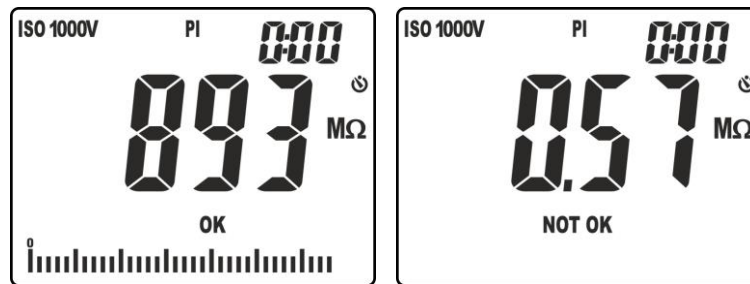

Abb. 23: Ergebnisse der Isolationsmessung im Betriebsmodus PI
9. In der Bildschirmseite in der Abb. 23 – linke Seite wird am Ende der Messung der Wert des Isolationswiderstands mit positivem Ergebnis “OK” angegeben (Wert höher als der eingestellte Grenzwert). In der Bildschirmseite in der Abb. 23 – rechte Seite wird am Ende der Messung der Wert des Isolationswiderstands mit negativem Ergebnis “NOT OK” angegeben (Wert niedriger als der eingestellte Grenzwert).